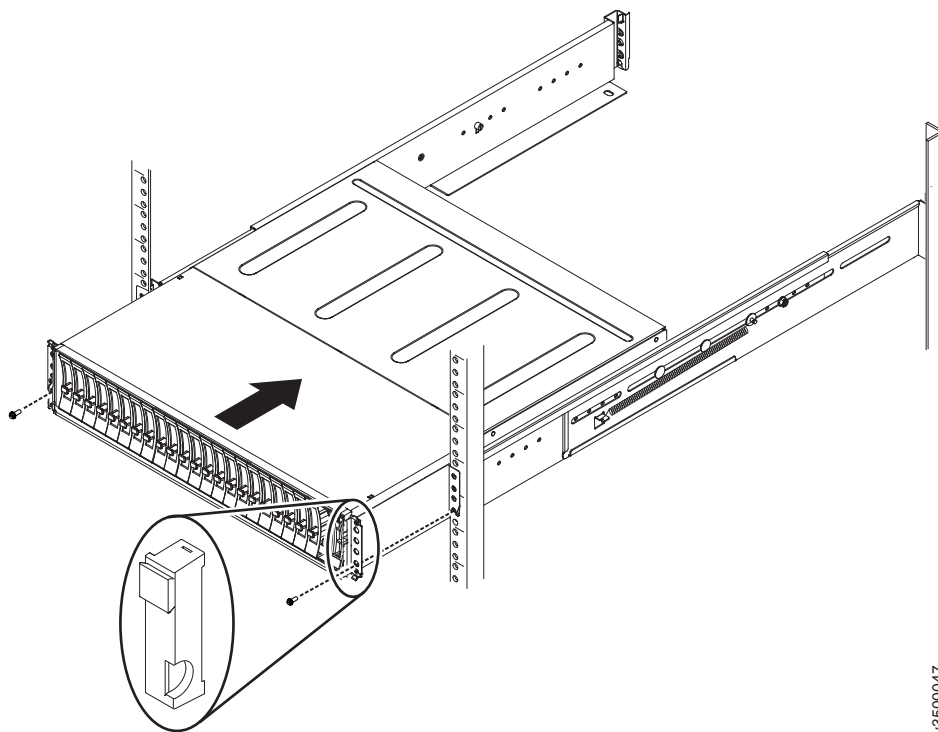

图 41. 将机柜插入机架
3. 沿着导轨小心地将机柜滑入机架中，直到机柜完全插入（请参阅第 37 页的图 41）。
5. 重新安装左右端盖。请参阅图 41。左端盖具有指示灯窗口，与机柜边缘的状态指示灯（发光二极管）对齐。